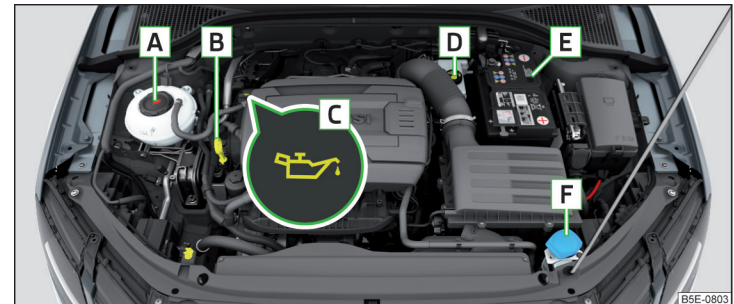

Abb. 321 Anordnungsbeispiel im Motorraum
- Den Deckel der Motoröleinfüllöffnung **C** abschrauben » Abb. 321 auf Seite 293.